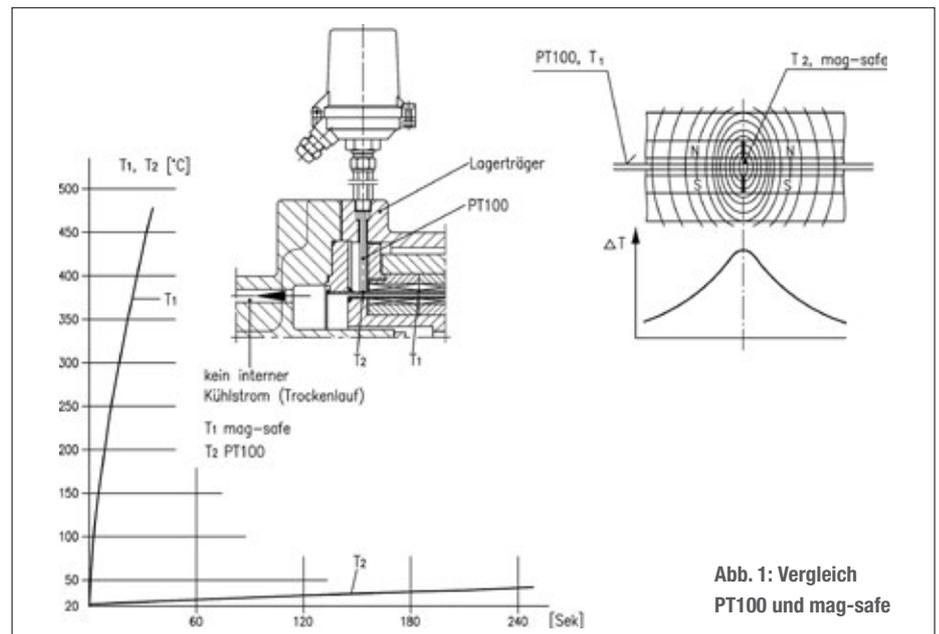
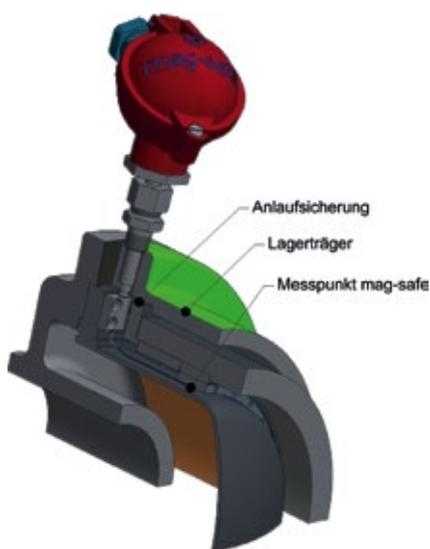

Abb. 1: Vergleich PT100 und mag-safe
Abb. 2: Einbau mag-safe
Während im Zentrum der Magnete bei Trockenlauf bereits nach wenigen Sekunden sehr hohe Temperaturen auftreten können, zeigt der PT100 erst nach mehreren Minuten eine geringe Reaktion. Abbildung 1 erläutert in verständlicher Weise den geschilderten Zusammenhang zwischen einem PT100 und dem schon seit Jahren als Trockenlaufschutz eingesetzten mag-safe nach Abb. 2.
**Abb. 2: Capraris High Flow-Pumpen wurden 14 Wochen nach der Bestellung geliefert. An der Pumpe vorn im Bild befindet sich die Ansaugöffnung links, der Pumpenkopf mit Druckanschluss und Motorkupplung rechts.**